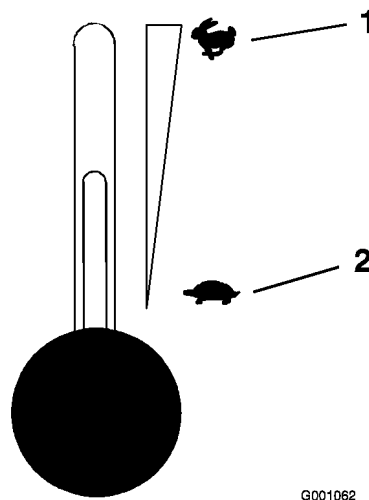

Figura 13
5. Si el motor está frío, mueva el control del acelerador a la posición de Rápido antes de arrancarlo (Figura 13).
- Ponga la palanca del acelerador en un punto intermedio entre las posiciones lento y rápido (Figura 13).